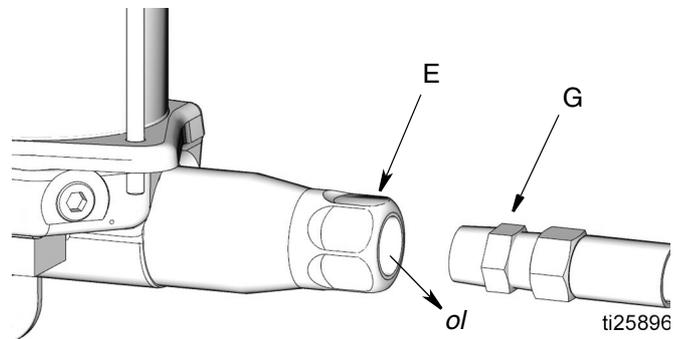

FIG. 7
3. Scollegare la linea di alimentazione (G) dalla mandata della pompa (E) (FIG. 7).
5. Far funzionare la pompa per alcune corse finché non fuoriesce olio (ol) privo di aria dalla mandata (E) (FIG. 7).